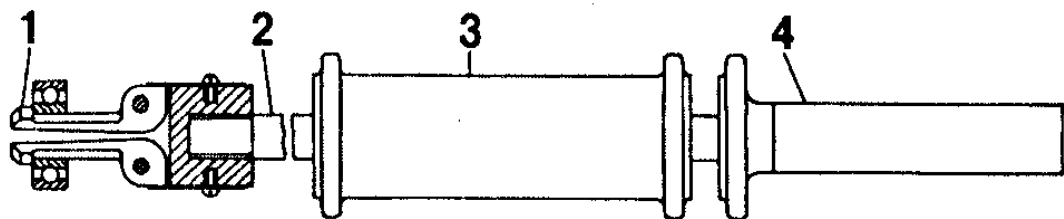

Рис.41. Съемник 7823-6090 для выпрессовки подшипника первичного вала коробки передач из коленчатого вала:
57. При необходимости съемником 7823-6090 выпрессовать из гнезда коленчатого вала подшипник первичного вала коробки передач (рис.41).